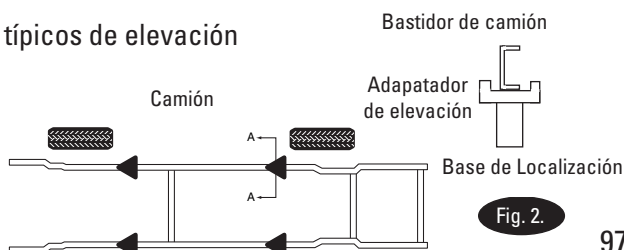

Fig. 2.
3. Cargando: Deslice los brazos por debajo del vehículo y coloque los adaptadores en los puntos de elevación recomendados por el fabricante, Fig. 2. Use extensiones de adaptador opcionales para el espacio libre debajo del chasis cuando se necesite.